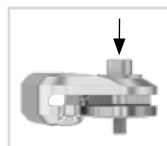

fig. 10
- 5 Monte la cubierta presionándola con el tornillo de presión y la arandela (fig. 10).